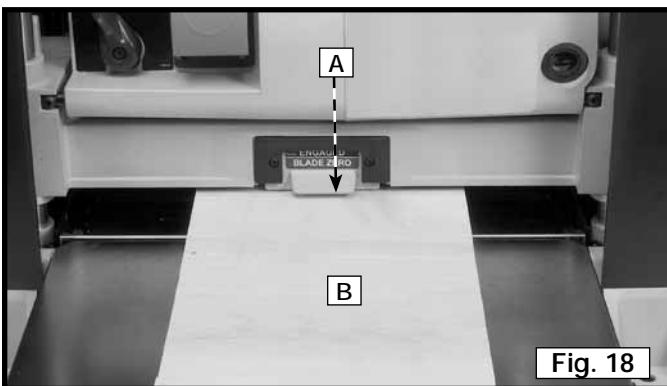

Fig. 18
2. Coloque el extremo de la tabla (B), Fig. 18, que se va a acepillar justo dentro de la parte delantera del cabezal portacuchillas (A).
3. Baje el cabezal portacuchillas hasta que la tabla que se va a acepilar entre en contacto con la parte inferior del indicador de cero (A), Fig. 18.